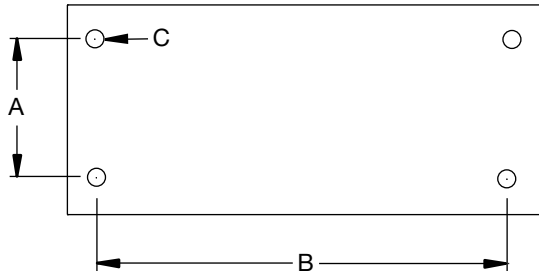

図 3、寸法
*ポンプを固定された面にしっかりと取り付けるために必要な寸法については、図3を参照してください。
ポンプの固定面への取り付け寸法は、図3を参照してください。